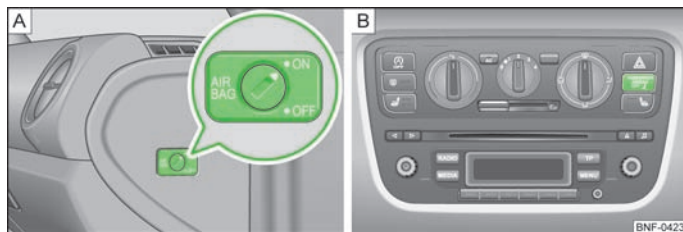

Fig. 85 Interruptor da chave / Luz de controlo
- ▶ O airbag desactivado é assinalado através do acendimento da luz de controlo **PASSENGER AIR BAG OFF**  na parte central do painel de bordo » Fig. 85 - B.
- ▶ Com o auxílio da chave, rode a ranhura do interruptor da chave para a posição **OFF** » Fig. 85 - A.
- ▶ Verifique se, com a ignição ligada, a luz de controlo **PASSENGER AIR BAG OFF**  está acesa na parte central do painel de bordo » Fig. 85 - B.
- Com o auxílio da chave, rode a ranhura do interruptor da chave para a posição **ON** » Fig. 85 - [A].
- Verifique se, com a ignição ligada, a luz de controlo **PASSENGER AIR BAG OFF** não está acesa na parte central do painel de bordo » Fig. 85 - [B].